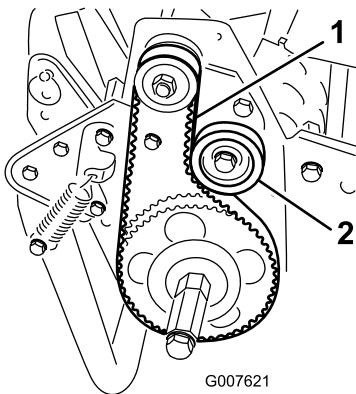

Figura 39
2. Compruebe la tensión presionando la correa en el punto intermedio entre las poleas (Figura 39) con una fuerza de 18 a 22 N.
- A. Afloje la tuerca de montaje de la polea tensora y pírote la polea tensora en sentido horario contra la parte trasera de la correa, hasta obtener la tensión deseada (Figura 39).